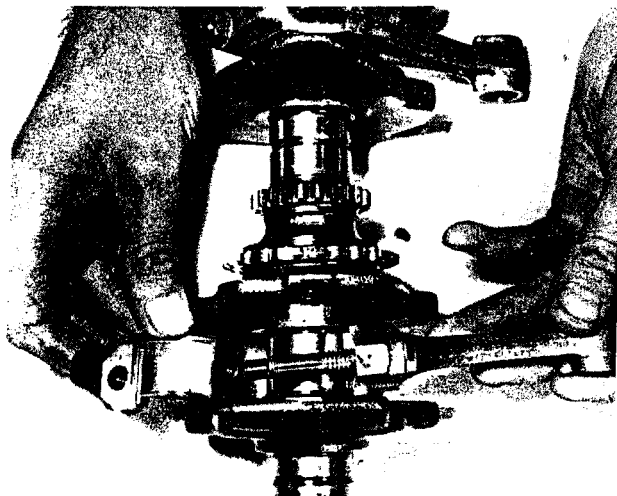
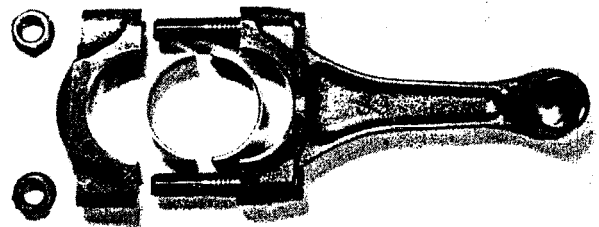

Bild 72
Bild 73
- Die Hubzapfen laufen in geteilten Lagerschalen (Bild 73). Zum Prüfen der Lager müssen die Lagerdeckel abgenommen werden, es ist aber nicht nötig, die Lagerschalen herauszunehmen (Bild 72). Abgenutzte oder stark zerkratzte Lagerschalen müssen immer satzweise ersetzt werden. Angefressene Lagerschalen und blau angelaufene Lagerzapfen deuten auf einen Defekt in der Schmierung. In einem solchen Fall muss die Funktion des Schmiersystems vor dem Zusammenbau des Motors unbedingt geprüft werden.